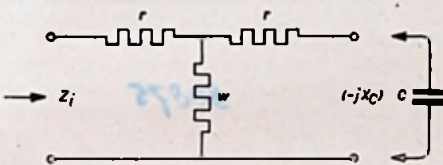

Fig. 41 30098
3) Vaste capacatieve reactantie (fig. 41)